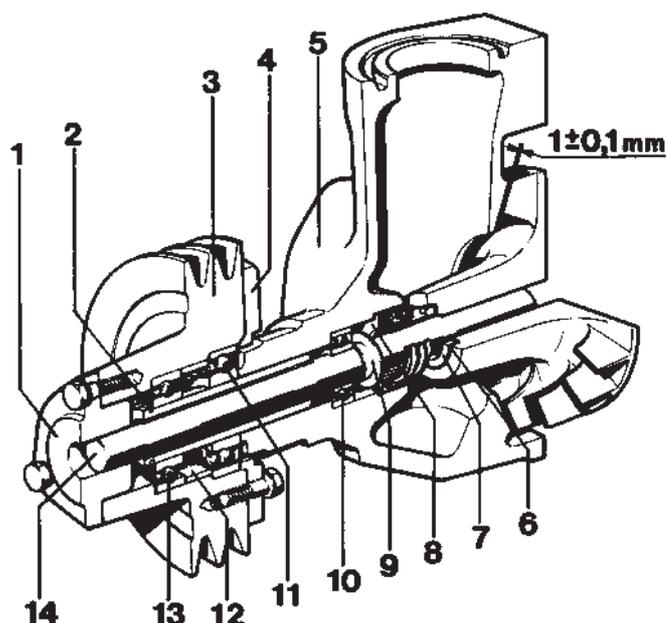

Fig. 193. Pompe à liquide de refroidissement, (T)MD70, TAMD70
4. Fixer le moyeu de poulie dans un étau. Monter l'arrêteoir (4, figure 193) à l'extrémité arrière de la poulie.